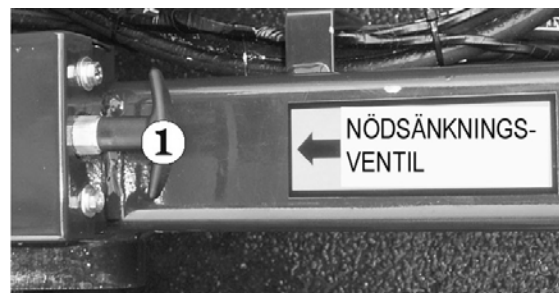

Fig. 7.29 - Nödsänkning
Aktivera nödsänkningen genom att dra i handtaget ① (se Fig. 7.29) placerat fram på chassit. Då plattformen är helt nedsänkt, släpp handtaget.